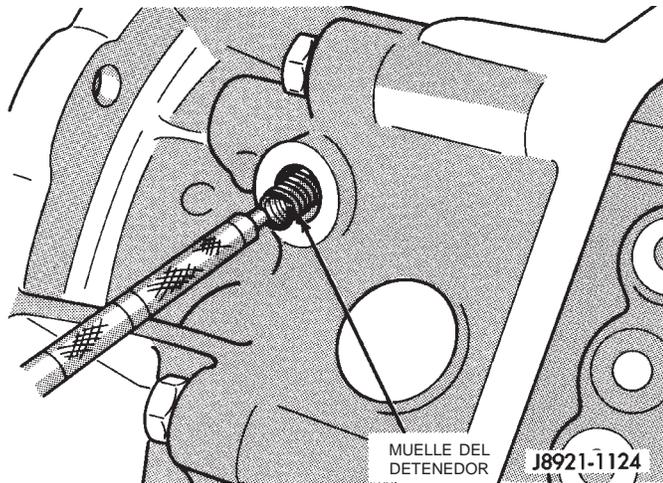
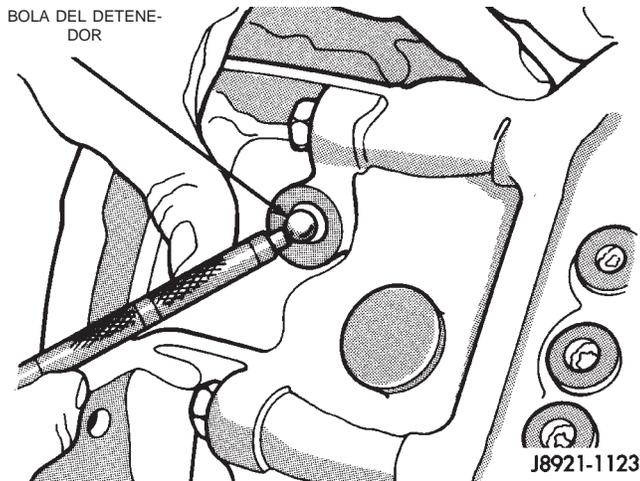

Fig. 21 Desmontaje del muelle del detenedor
Fig. 22 Desmontaje de la bola del detenedor
(9) Retire el muelle de la bola y la bola del detenedor con un imán tipo lápiz (Fig. 21), (Fig. 22).